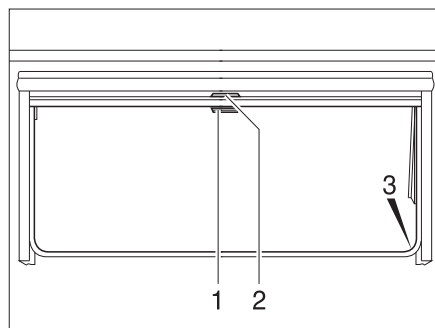

Fig. 41 Finestra apribile
- Tirare verso il basso l'oscurante a rullo accompagnandolo con la maniglia (Fig. 41,2). Quando si chiude completamente l'oscurante a rullo esso va agganciato da entrambi i lati al telaio della finestra nell'apposito elemento di fissaggio (Fig. 41,3).
- Quando l'oscurante a rullo è completamente chiuso: Spingere la maniglia (Fig. 41,2) verso il basso tirandola leggermente verso l'interno. Sganciare l'oscurante a rullo dagli elementi di fissaggio a destra e a sinistra del telaio della finestra.
- Quando l'oscurante a rullo si trova in posizione intermedia: Tirare la maniglia (Fig. 41,2) leggermente verso il basso finché l'elemento di fissaggio non si è sganciato.
- Tirare la maniglia (Fig. 41,1) della zanzariera a rullo verso il basso e agganciarla all'elemento di fissaggio (Fig. 41,3) su entrambi i lati del telaio della finestra.
- Spingere la maniglia (Fig. 41,1) verso il basso tirandola leggermente verso l'interno. Sganciare la zanzariera a rullo dagli elementi di fissaggio a destra e a sinistra del telaio della finestra.